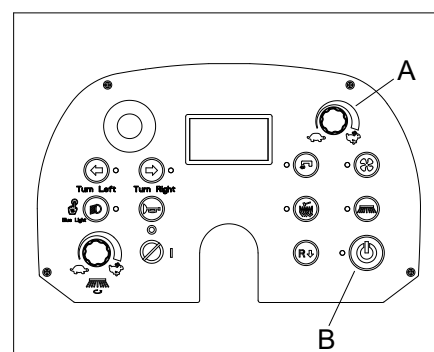

Figura 12
Cuando se opera en suelos mojados, es esencial desactivar el sistema de aspiración presionando el botón de aspiración (A, Figura 12) para evitar que el filtro de polvo se dañe.
5. Para el funcionamiento correcto de la máquina, el filtro de polvo debe estar lo más limpio posible. Para limpiarlo mientras se barre, active el sacudidor del filtro presionando el botón del sacudidor del filtro (B, Figura 12). Durante esta operación, el motor de aspiración se apaga automáticamente. Después de limpiar el filtro, el sistema de aspiración vuelve a funcionar automáticamente; luego empiece a barrer de nuevo. Mientras funciona, la modalidad de «limpieza automática del filtro» se puede activar presionando el botón del sacudidor del filtro (B, Figura 12) durante 1 segundo, lo que puede repetir la operación de limpieza del filtro cada 10 minutos aproximadamente (dependiendo del polvo del área a limpiar, el intervalo se puede configurar de 1 a 60 minutos, el ajuste del parámetro véase el Manual de asistencia).